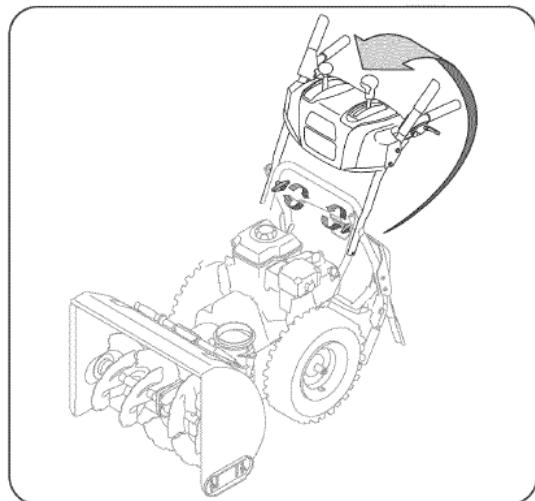

Рисунок 1
- b). Потяните верхнюю ручку вверх и назад, как показано на рис. 1. Поворачивая ручку вверх, убедитесь, что оба конца центрального троса правильно расположены в кронштейнах. Совместите верхнюю ручку с нижней ручкой.
3. Установите рычаг управления желобом в центральное положение. См. рис. 1.